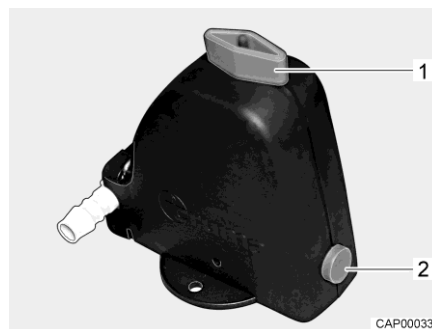
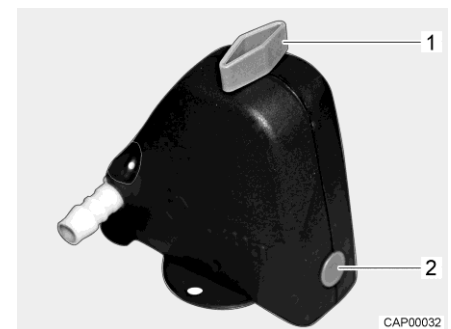

Fig. 153 Valve de sécurité et de vidange ouverte
Fig. 154 Valve de sécurité et de vidange fermée
- Fermer la valve de sécurité et de vidange. Tourner pour cela le bouton rotatif (Fig. 153,1) dans le sens transversal par rapport à la valve de sécurité et de vidange et enfoncer le bouton-poussoir (Fig. 153,2). La valve de sécurité et de vidange fermée est représentée à la Fig. 154. Lorsque la température descend en dessous de 6 °C, la valve de sécurité et de vidange ne peut pas être fermée.